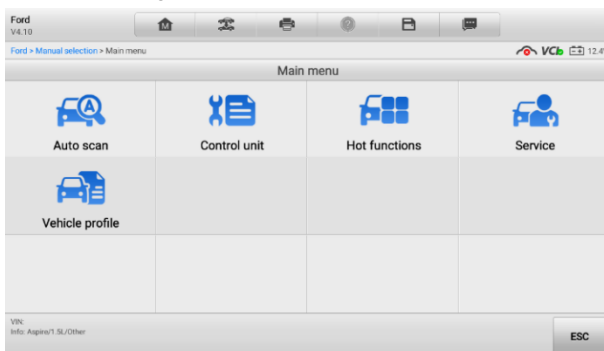

Figura 4-2
5. Toque em **OK** . O veículo será identificado em alguns segundos e, assim que as informações do veículo forem confirmadas, o sistema o direcionará diretamente para a tela de Diagnóstico do Veículo. (consulte a Figura 4.2 Tela -de Diagnóstico do Veículo)
A tela de Diagnóstico do Veículo (*Figura 4.2 -Tela de Diagnóstico do Veículo*) possui 2 seções principais: